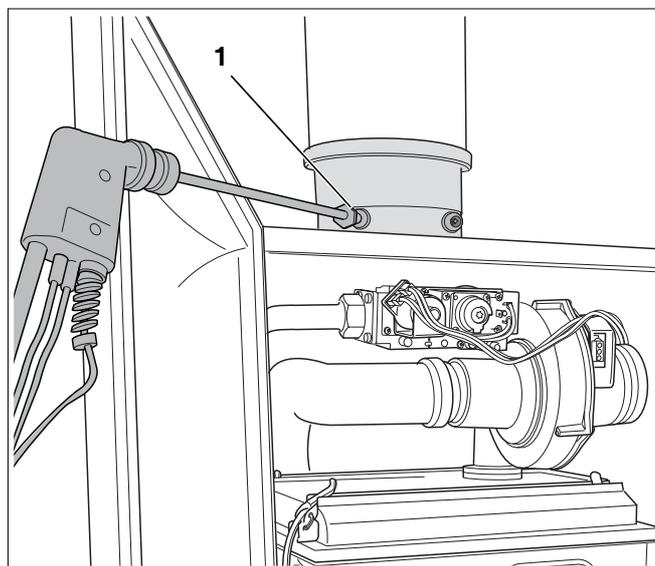

Fig. 71 Misurazione del tenore di monossido di carbonio
- Rimuovere la copertura sul punto di misurazione dei gas combusti (fig. 71, **pos. 1**).
- Collegare l'apparecchio analizzatore fumi nel punto di misurazione sinistro (fig. 71).
- Misurare il tenore di monossido di carbonio nel punto di misurazione (fig. 71).
- Rimuovere l'analizzatore fumi, rimontare la copertura sul punto di misurazione dei gas combusti (fig. 71, **pos. 1**).